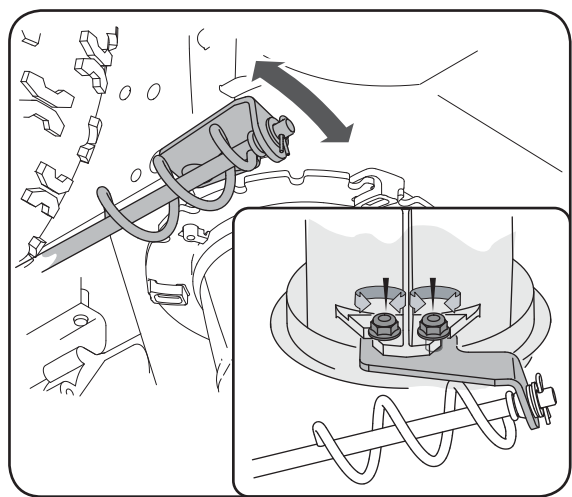

Figure 5-9 (Modèles avec goulotte ordinaire)
1. Desserrez les deux écrous qui maintiennent le support de la goulotte et ajustez légèrement la position de celui-ci. Voir la Figure 5-9.